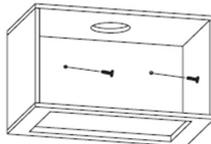

Fig. 4.
2. Después de haber comprobado que la campana extractora está correctamente colocada a la altura correcta, coloque los dos tornillos ST40\*30 mm en el mueble, contra la pared. Asegúrese de que las planchas de enganche derecha e izquierda se mantienen perfectamente en los tornillos introducidos en la pared (cf. ilustración 4).